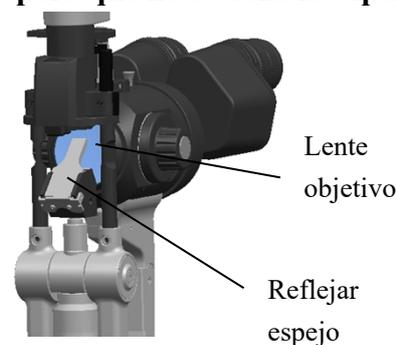

Figura. 4.1.1
1. Limpieza de la lente y el espejo: Si el polvo se adhiere a la lente o al espejo, límpielo suavemente con un algodón suave humedecido con alcohol absoluto (consulte la Figura 4.1.1).